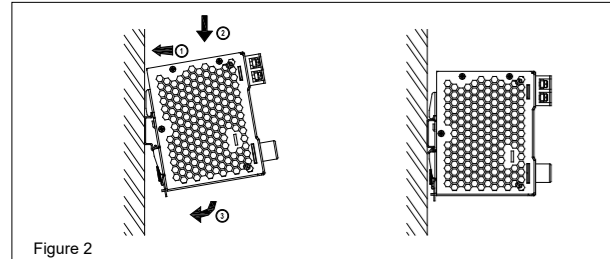

Figure 2
3. Montage (Abb. 2)
- Jedes Gerät wird installationsfertig geliefert. Einrasten des Geräts in DIN-Schiene, wie in Abb. 2 dargestellt: